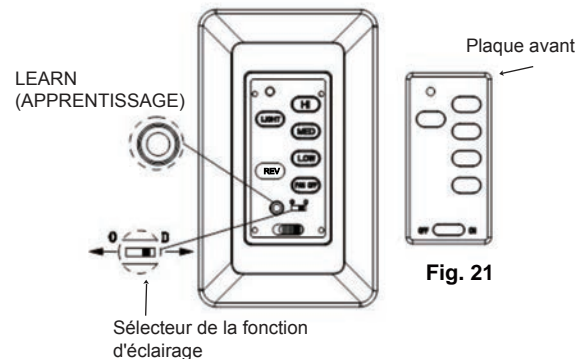

Fig. 21
ACTIVATION DU PROCESSUS D'APPRENTISSAGE (Fig.21)
1. Utilisez un petit tournevis plat et soulevez délicatement la plaque avant du haut de l'émetteur mural (Fig. 21).
2. Une fois l'installation terminée, le courant CA est mis en marche et l'interrupteur OFF  ON est en position de marche (ON) dans les 30 secondes, appuyez et maintenez le bouton LEARN enfoncé pendant 3 secondes. Le ventilateur se met en marche à vitesse moyenne et l'éclairage (si installé) s'allume. Le paramètre SMART SYNC est donc actif et correct (Fig. 21).
SÉLECTEUR DE LA FONCTION D'ÉCLAIRAGE (Fig. 21)